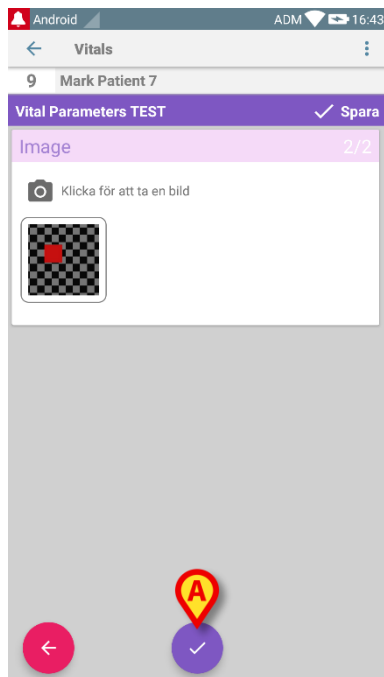

Fig. 67
Gör följande för att spara insamlade data på bildackvisionssidan efter att ljud- och/eller bildackvision har utförts (Fig. 67):
- Klicka på ikonen  (Fig. 67 A).